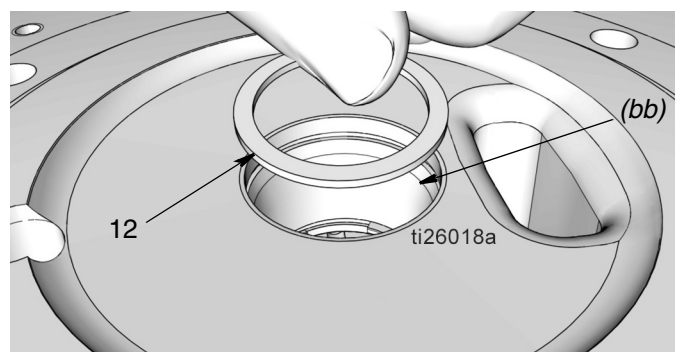

FIG. 32
- b. Verificare che l'anello di sicurezza (51) sia in posizione sul lato della base della pompa (1).
- c. Installare il distanziale (12) mostrato in FIG. 32.